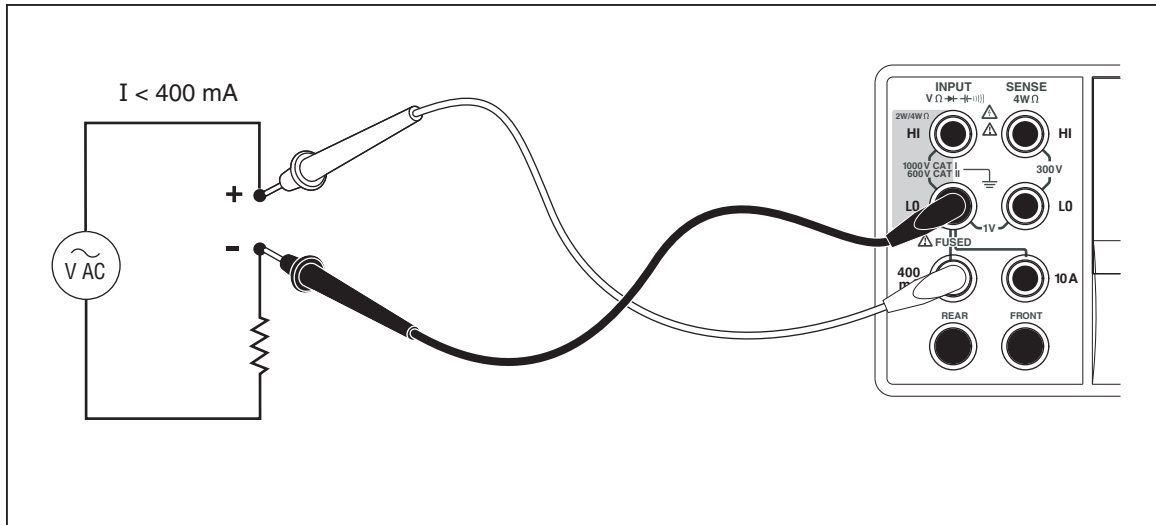

Figura 4-4. Conexiones de entrada para mediciones de corriente de menos de 400 mA
El multímetro es capaz de hacer mediciones de corriente de CA y CC hasta 10 A. Se utilizan dos conectores separados de entrada, junto con el conector **LO**, para realizar mediciones de corriente. Para obtener una resolución óptima, las mediciones de corriente que no excedan los 400 mA deben hacerse utilizando los conectores de entrada **LO** y **mA**, tal como se muestra en la figura 4-4.
1. Conecte los conductores de prueba entre los conectores de entrada del multímetro y el circuito medido, tal como se muestra en la figura 4-4 para corrientes de 400 mA o menos, o en la figura 4-5 para corrientes de hasta 10 A.
1. Conecte los conductores de prueba entre los conectores de entrada del multímetro y el circuito medido, tal como se muestra en la figura 4-4 o en la figura 4-5, basándose en el nivel anticipado de corriente.